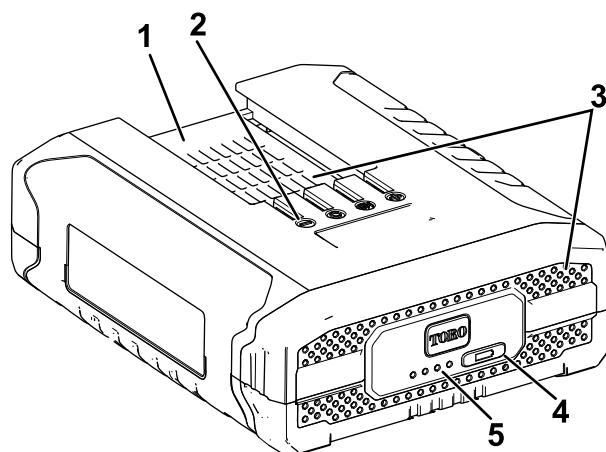

Figura 9
2. Alinee el hueco de la batería (Figura 9) con la lengüeta del cargador.